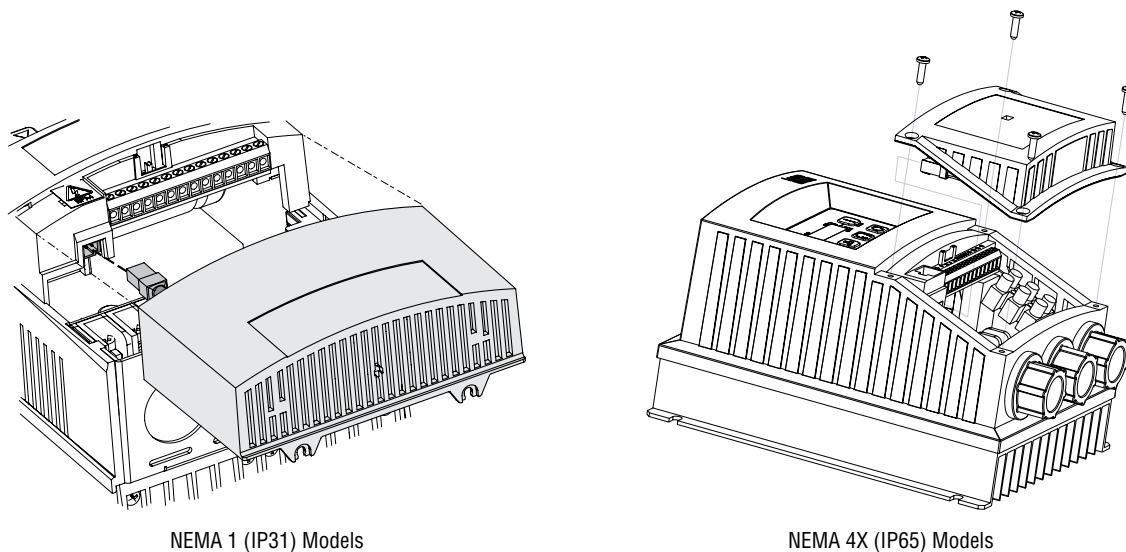

Abbildung 3: Wiederaufbau der Klemmenkasten-Abdeckung
4. Abdeckung des Klemmenkastens für den Wiederaufbau ausrichten, geschirmtes Kabel vom Modul an den Antriebsregler anschließen, Abdeckung schließen und sichern, siehe Abb. 3.